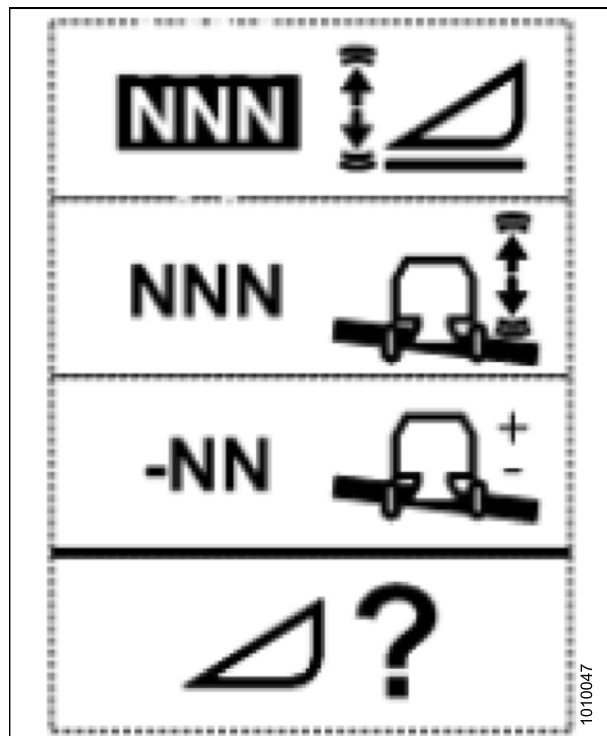

Figure 7.35: Page Modification de la sensibilité de la hauteur
1. Utilisez la touche HEADER SETTINGS (paramètres de la plateforme) (M) pour afficher l'écran HEADER SENSITIVITY CHANGE SCREEN (modification de la sensibilité de la hauteur) comme le montre la figure 7.35, page 172.
2. Vous pouvez utiliser les touches HAUT et BAS (E) ou (H) pour régler l'élément mis en surbrillance. La plage du réglage de la sensibilité de la hauteur est de 0 (moins sensible) à 250 (plus sensible) par incréments de 10.